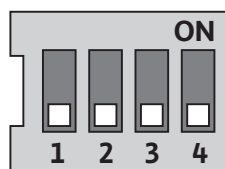

Fig. 32: Interrupteur DIP
Les interrupteurs DIP (Fig. 14, pos. 6/ Fig. 32) se trouvent sous le capot du boîtier.